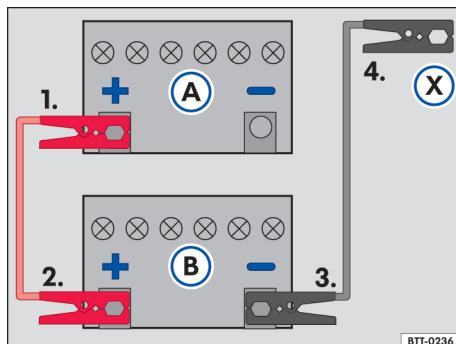

Fig. 123 Esquema para a conexão dos cabos auxiliares de partida: bateria do veículo descarregada **(A)** e bateria do veículo fornecedora de corrente **(B)**.
Legenda para → Fig. 123:
- Conectar uma extremidade do cabo auxiliar de partida **vermelho** ao polo positivo → Fig. 123 ① do veículo com a bateria do veículo descarregada A → ▲.
- Conectar a outra extremidade do cabo auxiliar de partida **vermelho** ao polo positivo ① da bateria do veículo fornecedora de corrente B.
- Conectar uma extremidade do cabo auxiliar de partida **preto** ao polo negativo ② da bateria do veículo fornecedora de corrente B.